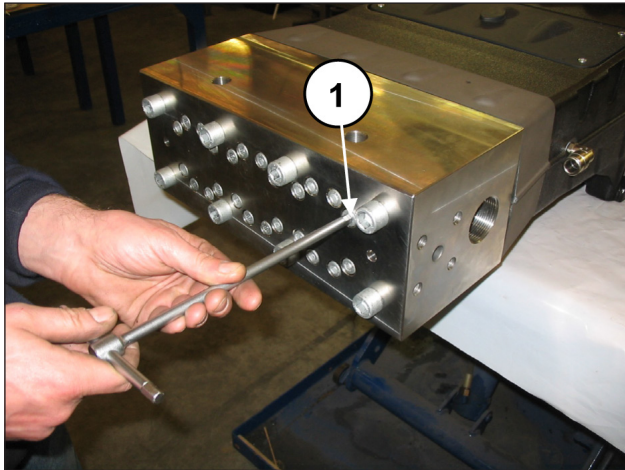
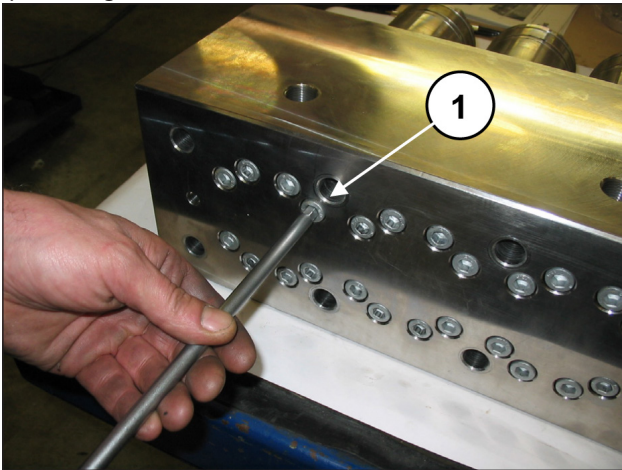
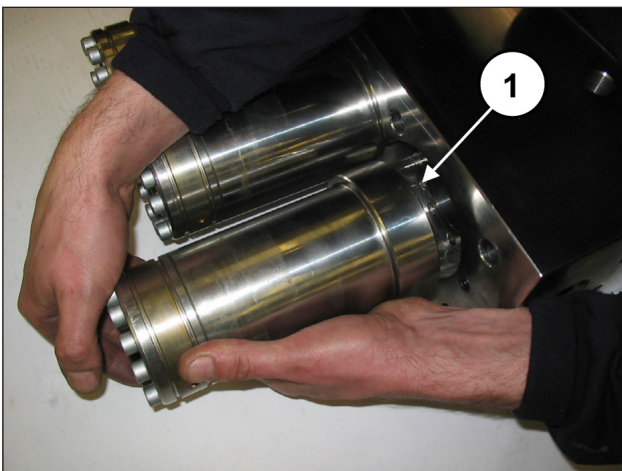

Fig. 106
Fig. 112
Fig. 113
Solte, sem remover, os parafusos M10x140 de fixação das camisas do cabeçote (pos. ①, Fig. 106), de modo a ficarem livres.
Remova os parafusos M10x140 de fixação das camisas do cabeçote (pos. ①, Fig. 112) e extraia os grupos das camisas (pos. ①, Fig. 113).
Para a extração dos grupos de pistão, opere como a seguir: Separe o cabeçote e o espaçador para camisas do carter da bomba, conforme indicado no parágrafo 2.2.1 (da Fig. 106 a Fig. 113).